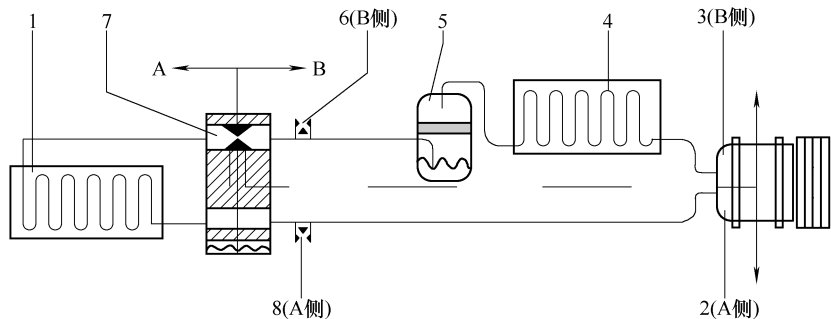

图 11-1-12 带膨胀阀制冷剂回路
(1) 带膨胀阀的制冷剂循环回路(图 11-1-12 和表 11-1-2)